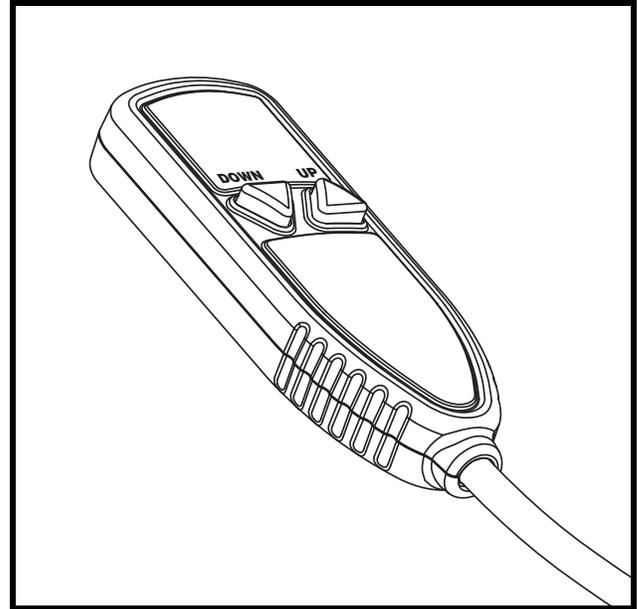

Figure 8. Manette commande
1. Pesez et tenez le bouton «DOWN». Voir la figure 8. La plateforme sortira du véhicule pour s'en dégager puis s'abaissera jusqu'au sol. Lorsque la plateforme touchera le sol, relâchez le bouton "DOWN".
6. Pesez et tenez le bouton «UP». Voir la figure 8. La plateforme s'élèvera vers son plus haut point avant de se déplacer vers l'intérieur de votre véhicule. Lorsque le scooteur/fauteuil motorisé est complètement entré à l'intérieur de votre véhicule, relâchez le bouton.